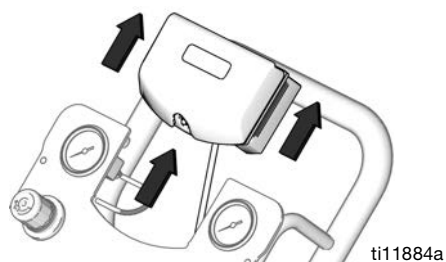

FIG. 10. Remover o DataTrak
3. Remova o módulo DataTrak do suporte. Consulte a FIG. 10. Segure no módulo e ligue o cabo a um local não perigoso.